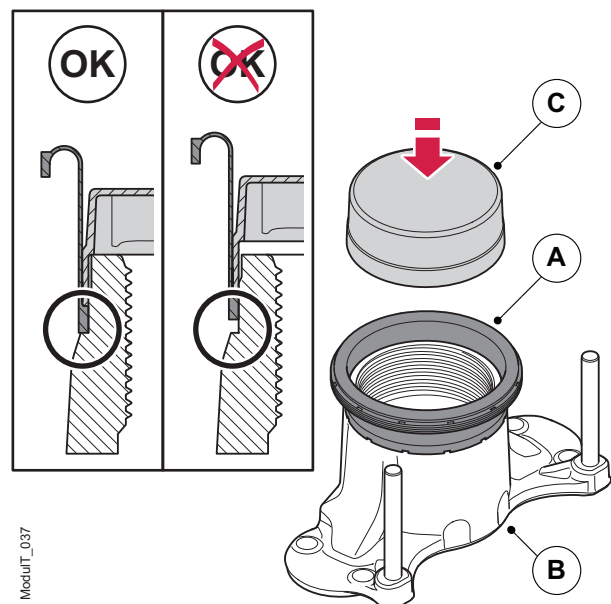

Figura 44. Montaje del guardapolvos del tornillo de ajuste
4. Usando la herramienta especial Haldex P/N 95224 (C), presione firmemente con la mano el guardapolvos del tornillo de ajuste (A) en su posición en la placa de empuje (B), véase la figura 44.
Asimismo, vuelva a revisar la correcta colocación del guardapolvos en la placa de empuje, véase la figura 44 anterior.